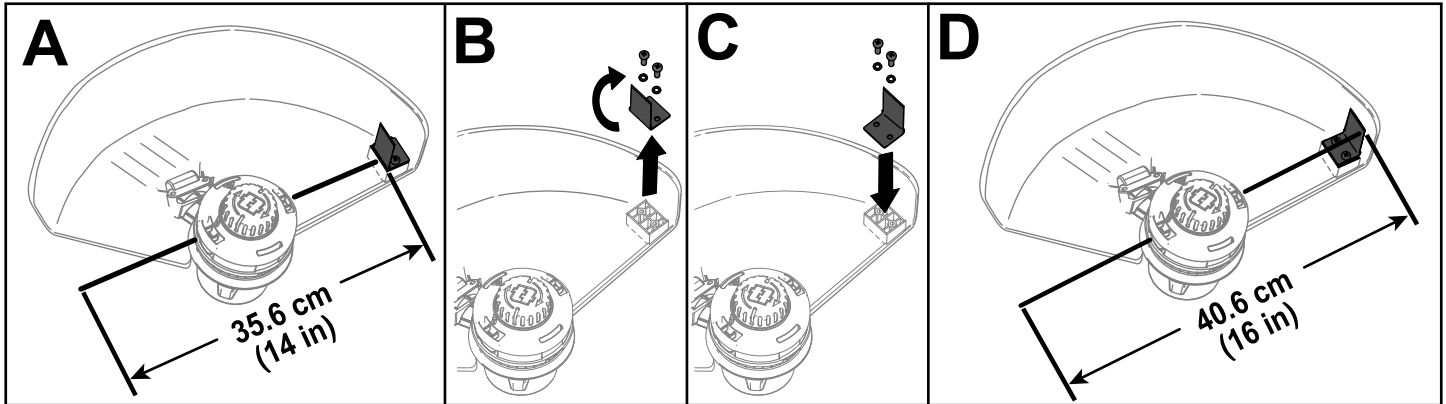

Figura 11
La desbrozadora viene de fábrica con una anchura de corte de 36,6 cm, como se muestra en la Figura 11, A. Consulte las siguientes instrucciones para ajustar la anchura de corte a 40,6 cm, como se muestra en la Figura 11, D.
1. Retire la pletina de anchura de corte de la parte inferior del protector retirando los 2 tornillos que la sujetan con la llave allen suministrada (Figura 11, B) y gire la pletina de anchura de corte 180°.
2. Instale la pletina de anchura de corte girada en el protector usando los 2 tornillos que retiró anteriormente (Figura 11, C).